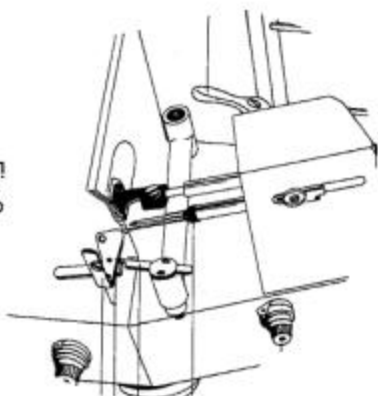

Fig. 2
int de messen te verstellen en dit is mogelijk door, zoals afgebeeld in Fig. 2 de schroef(1) los te maken en het ondermes te verschuiven in dezelfde richting waarin u juist de doorn van de voet heeft ghouven.